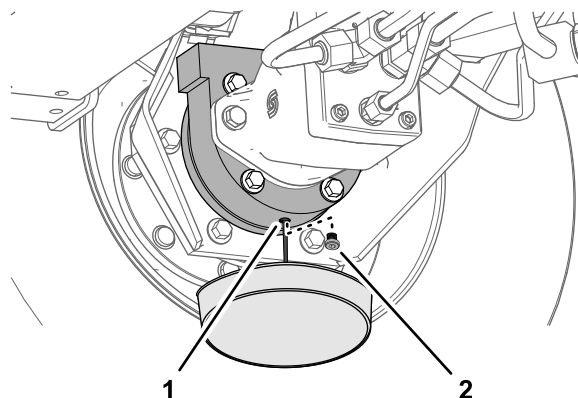

**Figura 107**
- Amplasați o tavă de golire sub carcasa frânei, îndepărtați buoul de golire și lăsați uleiul să se scurgă complet (Figura 107).